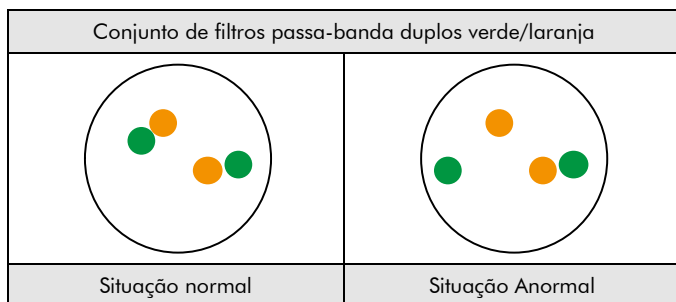

Fig. 2: Resultados esperados em núcleos normais e anormal
**Situação normal:** Nas interfases de células femininas normais em interfase ou de células sem uma translocação que envolva a região do gene TFE3, aparecem dois sinais de fusão verde/laranja. Nas interfases de células masculinas normais ou de células sem uma translocação que envolva a região do gene TFE3, aparece um sinal de fusão laranja/verde (ver Fig. 2).
**Situação anormal:** Uma região do gene TFE3 afectada por uma translocação é indicada por um sinal verde separado e um sinal laranja separado (ver Fig. 2).